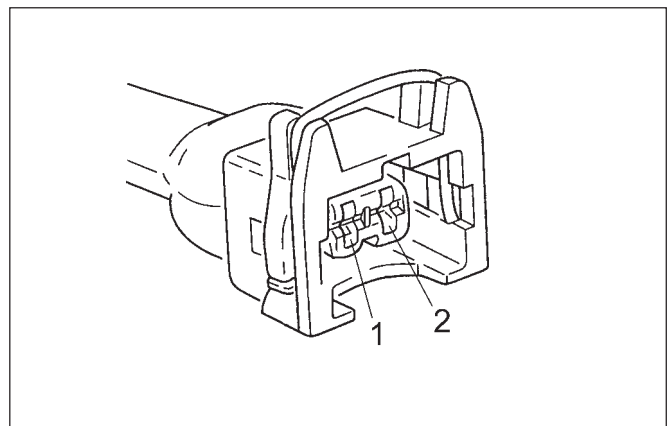

Abb. 3 EUV-Stecker
Hinweis: Die Polarität des Steckers der verschiedenen Fahrzeuge ist unterschiedlich. Die Spannungsversorgung liegt an Kontakt 1 oder 2, Abb. 3. Der andere Kontakt ist für die Massesteuerung.
- Je nach Fahrzeug, Spannung an Kontakt 1 oder 2 des Steckers, Abb. 3 und Masse prüfen.